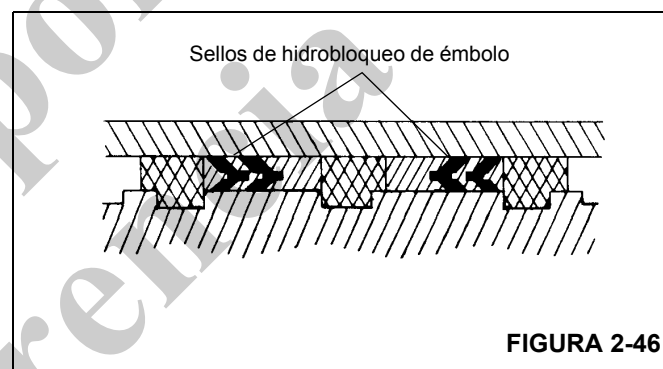

FIGURA 2-46
19. Instale los sellos de hidrobloqueo en el émbolo (Figura 2-46).